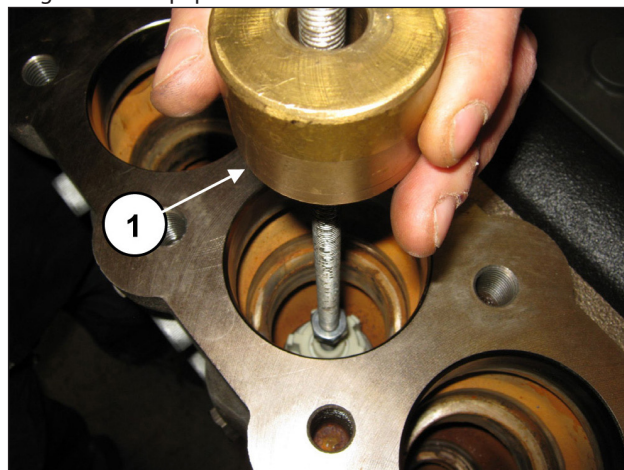

Fig. 107
Extraire l'ensemble de la soupape d'aspiration à l'aide d'un extracteur à inertie (réf. 27516400) à appliquer sur le trou M10 du guide de soupape (rep. ①, Fig. 107) ou, en complément, un adaptateur M10-M16 (réf. 25089700) à fixer sur le filetage M16 du guide de soupape.